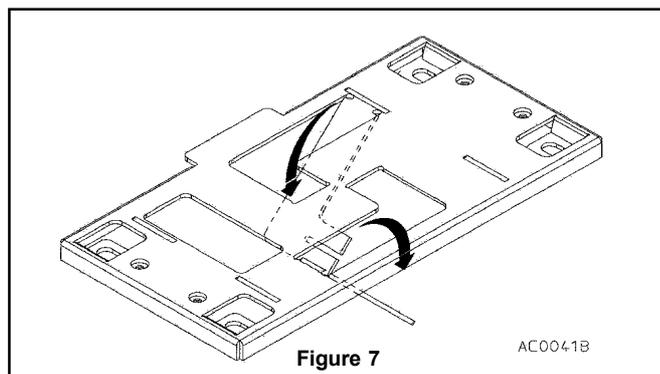

Figure 7
- Plier à 90° vers le bas les deux pattes de scellement de la plaque d'ancrage (fig. 7) et boucher les trous filetés pour éviter qu'ils se remplissent de déchets.